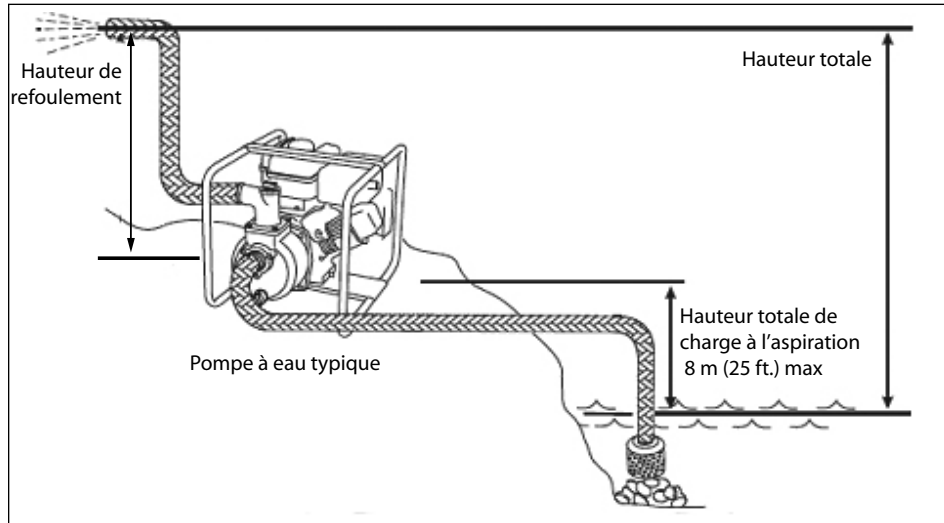

FIG. 1
**La longueur de la conduite d'aspiration doit être réduite au minimum afin de permettre un débit maximum.** Conserver le conduit d'alimentation aussi court que possible permettra à la pompe de fonctionner à sa performance maximale et d'assurer que le carter ne devient pas surchauffé en raison de l'absence de l'eau (Figure 1).